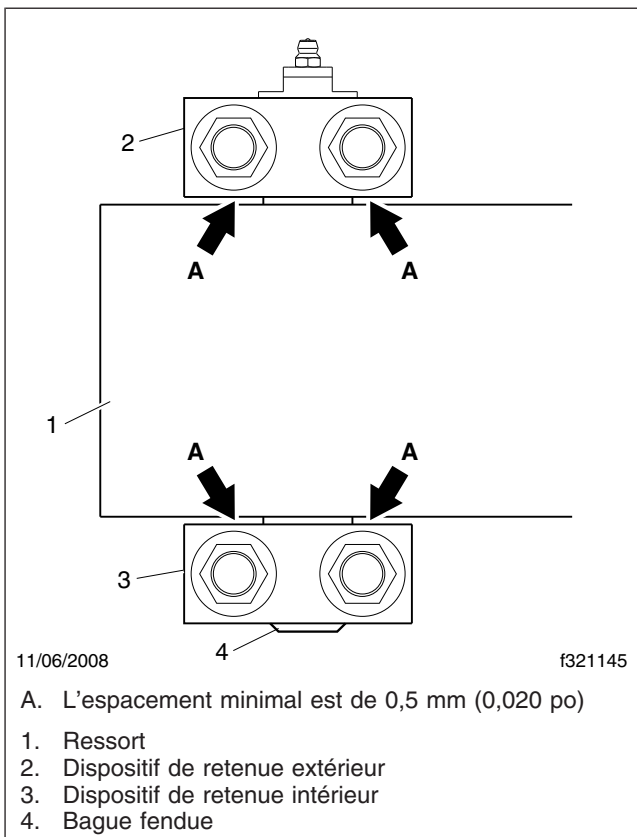

Fig. 4, Vue de dessous de l'œil avant du ressort
- 18.1 À l'aide de la goupille creuse filetée, centrez la goupille creuse avant du ressort dans le support de fixation du ressort. L'écart nominal de chaque côté est de 1,60 mm (0,063 po). L'écart minimal est de 0,5 mm (0,020 po) de chaque côté. Reportez-vous à la figure 4.